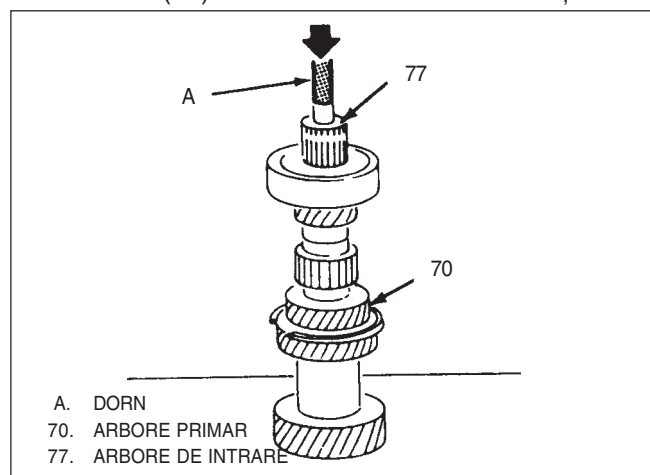

Fig. 33 Demontare arbore primar și arbore de intrare
↔ Demontare sau deconectare (Fig 33 și 39)
- 1) Arbore de intrare (77) din arborele primar (70) folosind un dorn și presa hidraulică, Fig 33.
- 2) Siguranță inelară (69).
- 3) Rulment (68) de pe arborele primar (70) folosind un dorn și presa hidraulică.